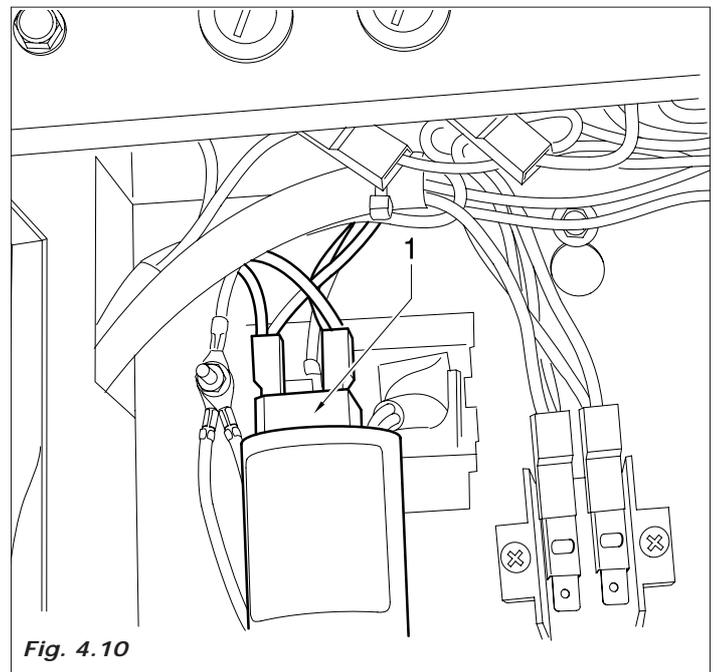
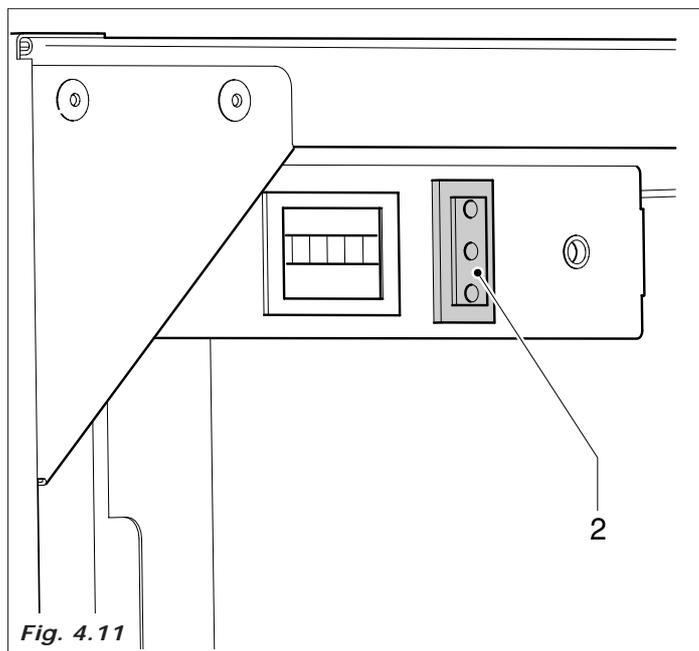

Fig. 4.10
Fig. 4.11
*Con la puerta abierta, quedan bajo tensión la regleta del cable de alimentación(Fig.4.10-pos.1) y la toma de servicio interna del distribuidor automático(Fig.4.11-pos.2).*